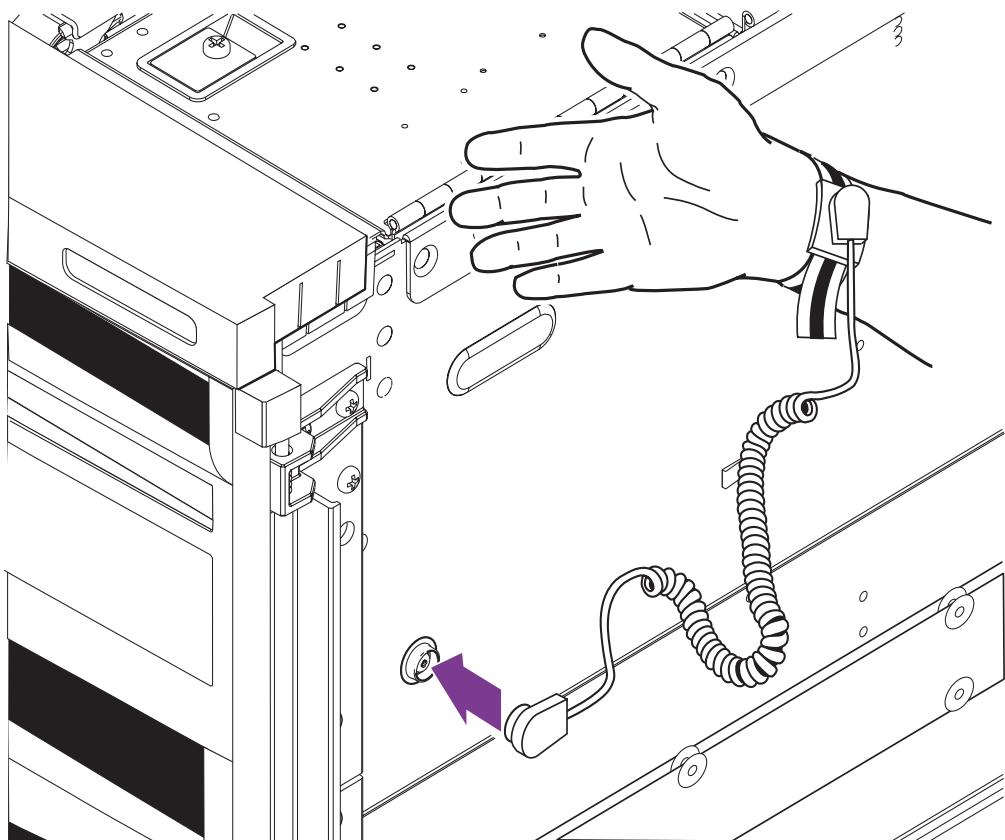

FIGURA 2 Colocación de la muñequera: Lateral derecho
- **Para conectar la muñequera antiestática con el chasis, coloque la muñequera como se indica en la FIGURA 2 o en la FIGURA 3.**